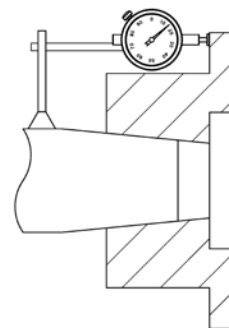

Figura 5 - Ejemplo de medición de la ubicación del comparador mecánico para el estirado axial.
- 7.5. Monte un comparador mecánico para leer el avance del buje axial, como se muestra en la Figura 5. Otra forma es colocar el indicador para que toque el extremo del buje. Ajuste el indicador en "cero".